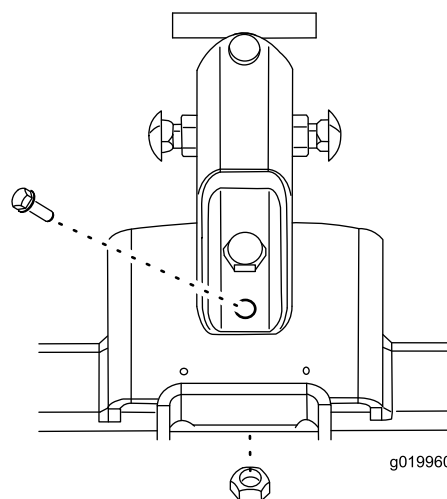

Figure 7
5. Placez une vis (3/8") dans le trou que vous venez de percer et fixez le support avec un écrou à embase (3/8") (Figure 7).